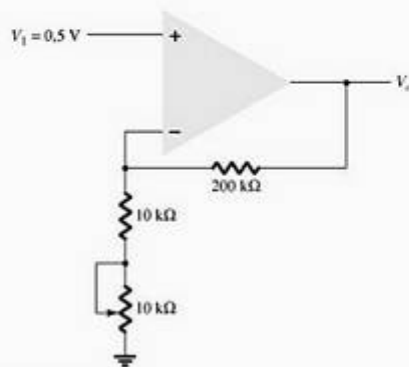

Figura 13.47 Problema 9.
9. Que faixa de tensão de saída é desenvolvida no circuito da Figura 13.47?